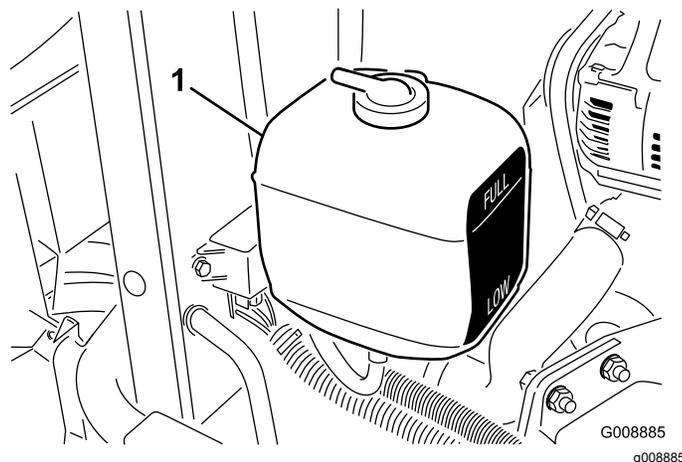

Figura 31
- Verifique o nível de líquido de refrigeração do depósito secundário (Figura 31). Num motor arrefecido, o líquido de arrefecimento deve estar entre as marcas existentes no lado do depósito.